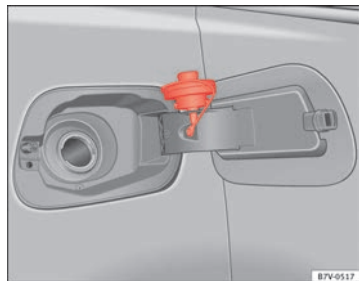

Fig. 166 Sportellino del serbatoio del carburante aperto e utilizzato come supporto per il tappo.
- Estrarre il tappo del serbatoio svitandolo in senso antiorario e introdurlo nell'apertura apposita nella cerniera dello sportellino del serbatoio ⇒ **fig. 166**.